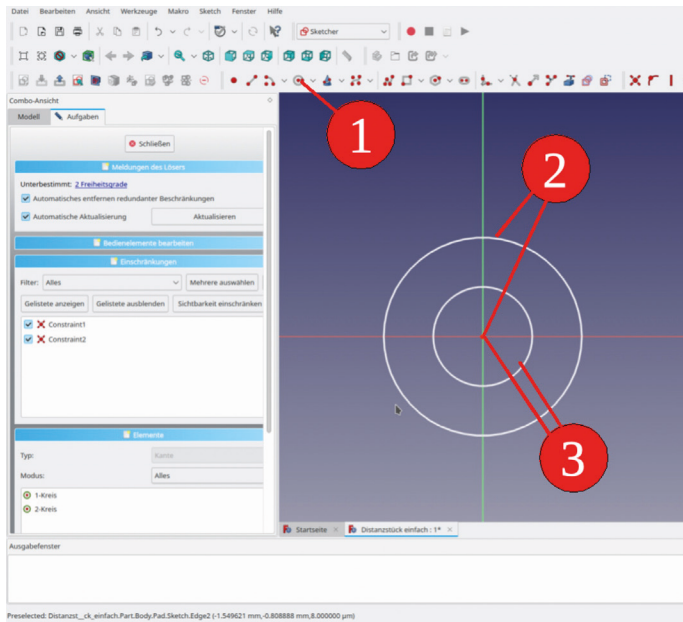

Bild 4-2
Wir starten ganz einfach: Das Distanzstück wird nur durch zwei Kreise beschrieben. Wir verwenden die Funktion "Mittelpunkt und Punkt auf Kreisbogen" aus dem Menü (Bild 4-2). Der Cursor ändert die Form in ein kleines Kreuz. Der Ursprung des Koordinatensystems ist ein kleiner roter Punkt in der Mitte. Wenn wir den Cursor auf den Ursprung schieben, ändert dieser die Farbe und wird gelb. Dies bedeutet, dass der Mittelpunkt des Kreiswerkzeugs auf den Ursprung eingerastet ist; in diesem Falle wünschenswert, da es Arbeit für eine weitere Definition spart. Wir klicken einmal auf den Ursprung und ziehen den Kreis mit dem Cursor auf. Es ist keine besondere Mühe bei der Wahl des Durchmessers nötig. Nachdem der erste Kreis fertig gezeichnet ist (links klicken), bleibt das Kreiswerkzeug noch aktiv (kleines Symbol neben dem kreuzförmigen Cursor). Wir nutzen die Gelegenheit und zeichnen gleich noch den zweiten Kreis für das Loch im Distanzstück.
**3.** Im Aufgabenbereich hat sich die Liste "Elemente" mit den zwei Kreisen erweitert. Zusätzlich sind im Fenster "Einschränkungen" zwei Festlegungen (constraints) aufgetaucht (Bild 4-2). Das Einschränkungs-Symbol (quer liegendes Kreuz mit Punkt in der Mitte) steht für "Punkt auf Punkt" und bedeutet, dass die Mittelpunkte der beiden Kreise auf den Koordinatenursprung fixiert sind.